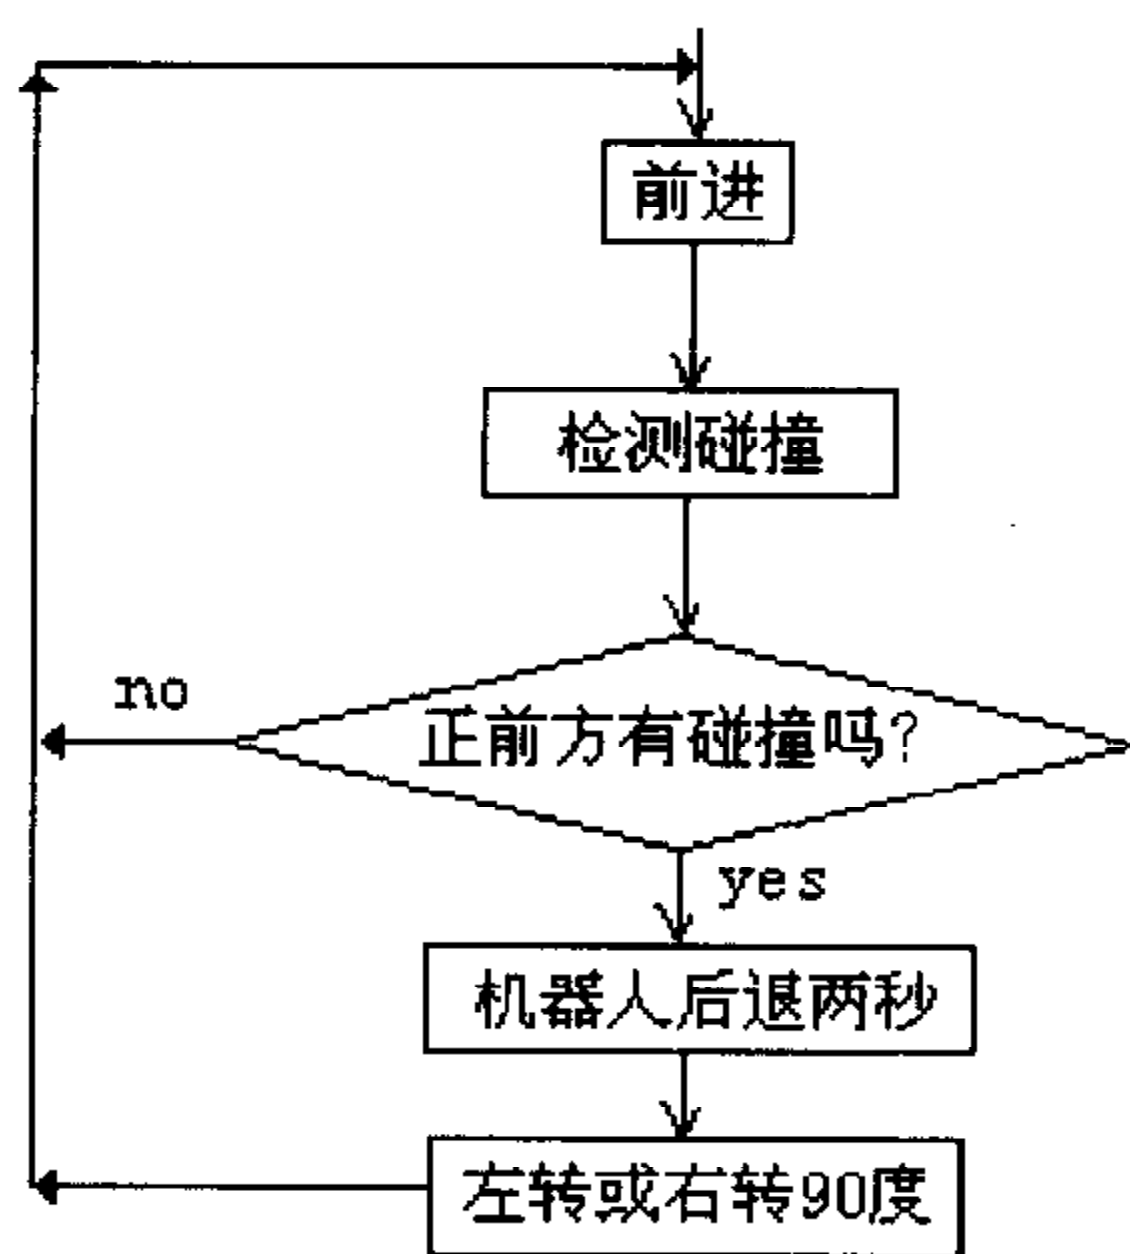

图 3.21 前方碰撞转弯再走
6. 编程当机器人前进时，前方遇到碰撞，让机器人先后退一步，再右转或左转 90° 继续前进。流程图如图 3.21 所示。